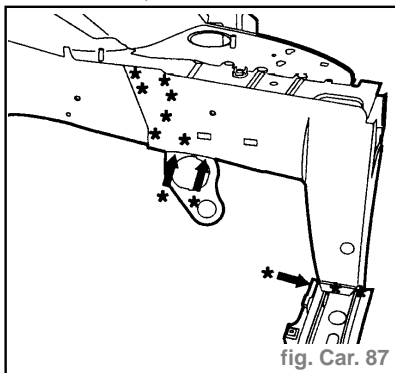

fig. Car. 87
- Découper par fraisage des points (fig. Car. 87 et 88).